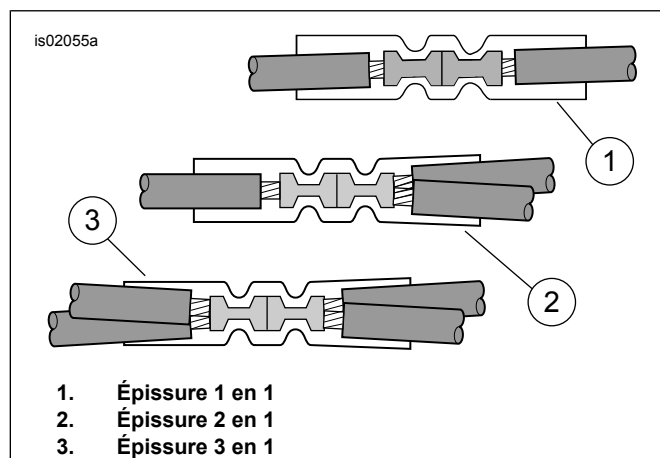

Figure 7. Configurations d'épissure
4. Voir Figure 22. Prendre le connecteur bout à bout scellé (3) dans le kit. Voir Figure 7, pour la configuration d'épissure « deux en un ». Épisser le conducteur d'alimentation du faisceau de fils de poignée chauffante aux fils orange/blanc du faisceau principal selon les instructions dans l'annexe du manuel d'entretien.
6. Voir Figure 22. Prendre le connecteur bout à bout scellé (3) dans le kit. Voir Figure 7, pour la configuration d'épissure « un en un ». Épisser le conducteur d'alimentation du faisceau de fils de poignée chauffante au fil adaptateur selon les instructions dans l'annexe du manuel d'entretien.
3. Voir Figure 22. Prendre le connecteur bout à bout scellé (3) dans le kit. Voir Figure 7, pour la configuration d'épissure « deux en un ». Épisser le conducteur d'alimentation du faisceau de fils de poignée chauffante aux fils orange/blanc coupés selon les instructions dans l'annexe du manuel d'entretien.
3. Voir Figure 22. Prendre le connecteur bout à bout scellé (3) dans le kit. Voir Figure 7, pour la configuration d'épissure « deux en un ». Épisser le conducteur d'alimentation du faisceau de fils de poignée chauffante aux fils orange/blanc du faisceau principal selon les instructions dans l'annexe du manuel d'entretien.
- Voir Figure 22. Prendre le connecteur bout à bout scellé (3) dans le kit. Voir Figure 7, pour la configuration d'épissure « deux en un ». Épisser le conducteur d'alimentation du faisceau de fils de poignée chauffante aux fils orange/blanc du faisceau principal selon les instructions dans l'annexe du manuel d'entretien.
3. Voir Figure 22. Prendre le connecteur bout à bout scellé (3) dans le kit. Voir Figure 7, pour la configuration d'épissure « deux en un ». Épissurer le conducteur d'alimentation du faisceau de fils de poignée chauffante aux fils orange/blanc du faisceau principal selon les instructions dans l'annexe du manuel d'entretien.
4. Installer le fusible 2 A (12) du kit dans la cavité de fusible pour compléter le circuit.